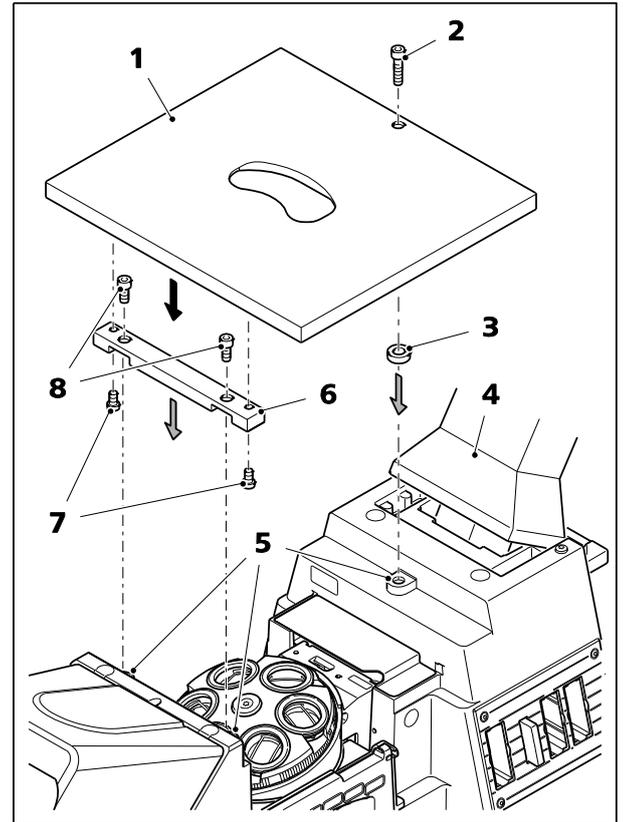

Fig. 28 Installation de la platine 250x230 mm
- Lors de l'assemblage de la platine porte-objet, pour en améliorer l'accès, il est possible d'incliner vers l'arrière le support d'éclairage en lumière transmise (Fig. 28/4).
- À l'aide des deux vis à 6 pans creux plus courtes (Fig. 28/8), visser la barre d'espacement (Fig. 28/6) aux deux points de fixation avant (Fig. 28/5).
- Placer le disque d'espacement (Fig. 28/3) sur le point de fixation arrière.
- Placer la platine porte-objet (Fig. 28/1) sur le support, puis la visser au point de fixation arrière par le dessus à l'aide de la vis à 6 pans creux la plus longue (Fig. 28/2). Veiller à ce que la vis passe par le trou du disque d'espacement correspondant.
- Visser la platine porte-objet sur la barre d'espacement par le dessous à l'aide de deux vis à 6 pans creux (Fig. 28/7), à gauche et à droite.
- Serrer à vis creuse à 6 pans (Fig. 28/2).
- Incliner avec précaution le support d'éclairage en lumière transmise (Fig. 28/4) vers l'avant. S'assurer que le condenseur ne touche pas l'échantillon ni le cadre de montage.